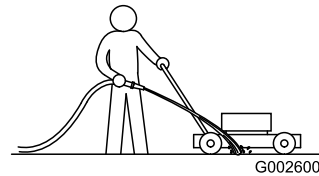

Figura 13
3. Con el motor en marcha y la cuchilla engranada, dirija un chorro de agua por delante de la rueda trasera **derecha** (Figura 13).